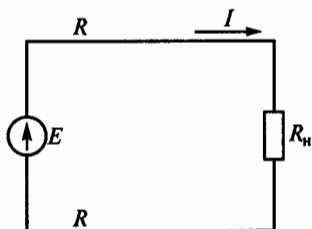

Рис. 9
**1.21.** Какова потеря напряжения в линии, сопротивление одного провода которой  $R = 0,025$  Ом (рис. 9), если через нагрузку с сопротивлением  $R_n$  проходит постоянный ток 10 А?